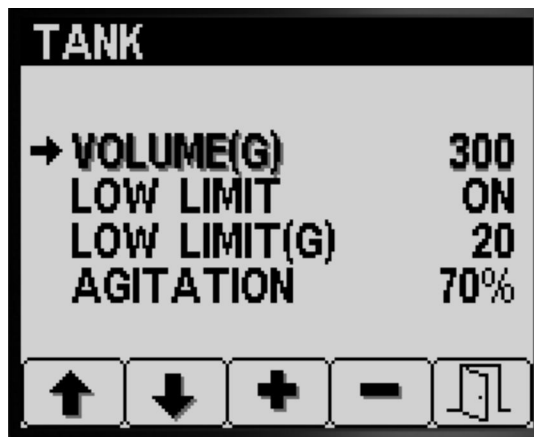

Figura 12
1. Pulse el botón 1 o el botón 2 para desplazarse a la opción VOLUMEN DEL DEPÓSITO (Figura 12).
2. Pulse el botón 3 o el botón 4 para aumentar o reducir el valor del volumen de producto químico del depósito de fumigación (Figura 12).